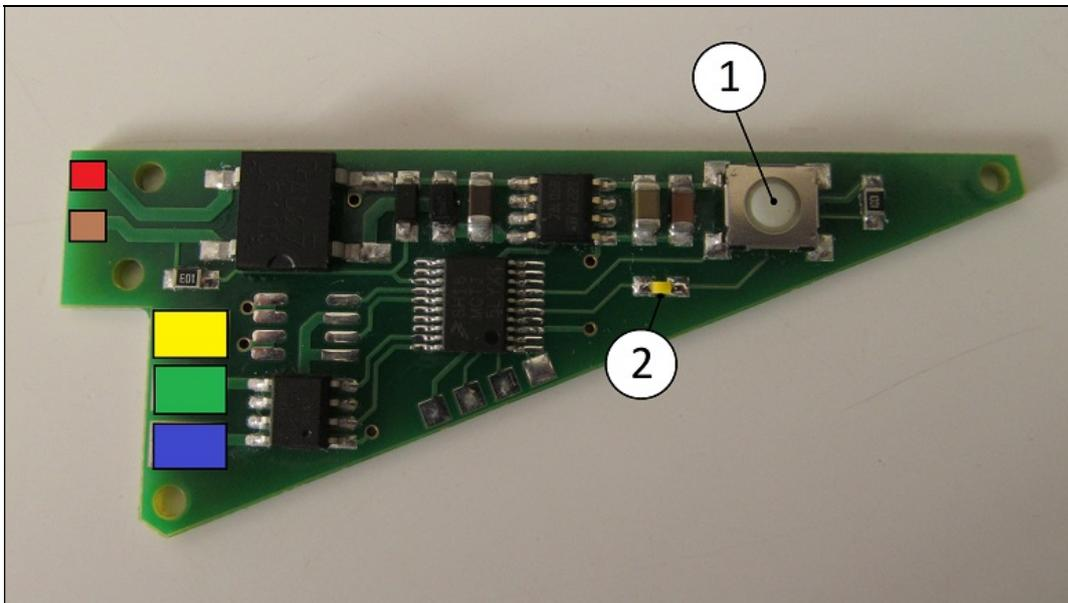

Imagen 1 – Partes principales del Decoder
Revisar atentamente el esquema de colores de la Figura 1 y la Imagen 1, prestando atención en los colores de los cables y las posiciones donde los mismos van colocados.
Soldar el cable rojo al riel central y el cable marrón a las vías. Luego soldar los cables del motor al decodificador respetando la siguiente condición, el cable amarillo del motor al pad de soldadura amarillo del decoder , uno de los cables azules del motor al pad de soldadura azul del decoder , y por ultimo , el cable azul restante del motor al pad de soldadura verde del decoder . Como referencia ver Imagen 1. Tener en cuenta el largo de los cables poder realizar la correcta fijación. En este momento es aconsejable probar el decodificador que se encuentra programado de fabrica con la dirección 1. Configurar la central para utilizar esta dirección y verificar que el decoder accione al motor correctamente.
Como primer paso es necesario crear un desvío en la central (ver el manual de la central para mayor referencia) . Para programar el decoder, solo es necesario presionar el botón (1) (ver Imagen 1) mientras se acciona el desvío en la central. El decoder leerá la dirección de la vía guardará en su memoria usarla en el futuro. En caso de realizar correctamente el procedimiento el Led (2) (ver Imagen 1), parpadeara en forma lenta y se apagara.
Como primer paso acceder al menú de desvíos central (ver el manual de la central para mayor referencia). Para programar el decoder, solo es necesario presionar el botón (1) (ver Imagen 1) mientras se acciona el desvío en la MS2. El decoder leerá la dirección de la vía guardará en su memoria usarla en el futuro. En caso de realizar correctamente el procedimiento el Led (2) (ver Imagen 1), parpadeara en forma lenta y se apagara.
Para programar el decoder, solo es necesario presionar el botón (1) (ver Imagen 1) mientras se acciona el desvío en la central 6040. El decoder leerá la dirección de la vía guardará en su memoria usarla en el futuro. En caso de realizar correctamente el procedimiento el Led (2) (ver Imagen 1), parpadeara en forma lenta y se apagara.